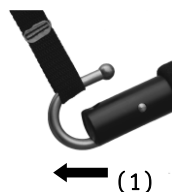

Fig. 1.8A
(1) Sejlstroppen føres ind over krogen i den åbne position (Fig. 1.8A).